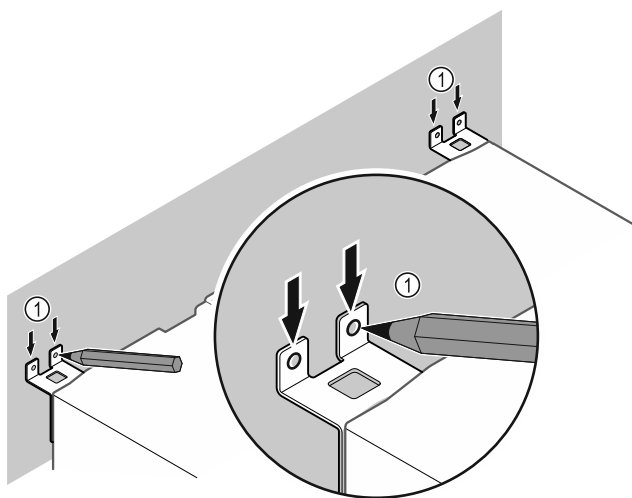

Fig. 11
- Tracer des repères sur le mur Fig. 11 (1).